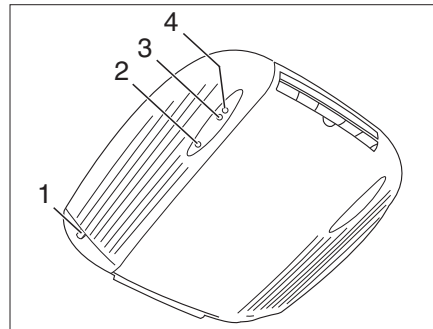
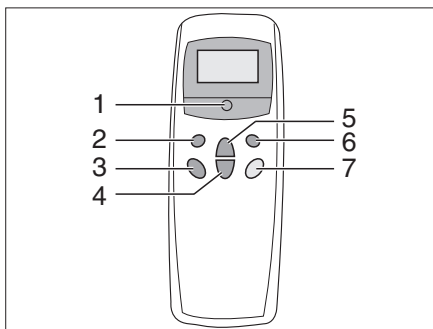

Fig. 117 Vista interior
Fig. 118 Mando a distancia
- Conectar el vehículo a la alimentación de 230 V. La instalación de aire acondicionado está lista para el funcionamiento. El LED rojo (Fig. 117,2) luce.
- Conectar el mando a distancia con el interruptor (Fig. 118,5).
- Ajustar con la tecla (Fig. 118,1) el modo de funcionamiento deseado. La luz de control verde (Fig. 117,3) indica el funcionamiento de la refrigeración, la luz de control rojo (Fig. 117,4) el funcionamiento de la calefacción.
- Caso necesario ajustar con las teclas (Fig. 118,3 y 4) la potencia del ventilador y la temperatura ambiente deseadas.
- Para la desconexión pulsar de nuevo la tecla (Fig. 118,5) en el mando a distancia.